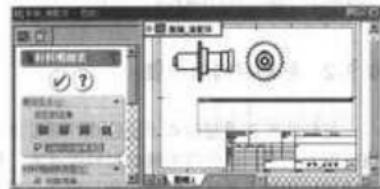

图 6-172 勾选“附加到定位点”复选框后
(1) 在“材料明细表”属性管理器中，勾选“附加到定位点”复选框，如图 6-172 所示，材料明细表定位的边角重新附加到材料明细表定位点。
(2) 单击 $\checkmark$ （确定）按钮。